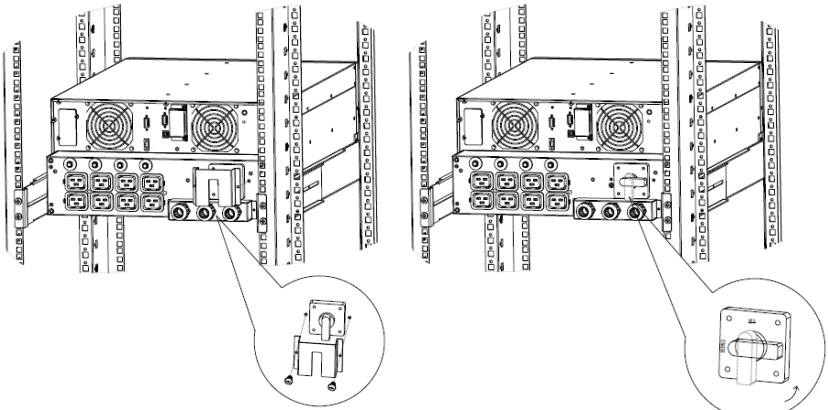

Figura 37: Smontaggio del sistema XANTO S 10000, 1/3
1. Rimuovere il coprifusibile dal bypass di manutenzione. A tal fine allentare 2 viti. Commutare il bypass di manutenzione su Bypass (vedi Figura 37).